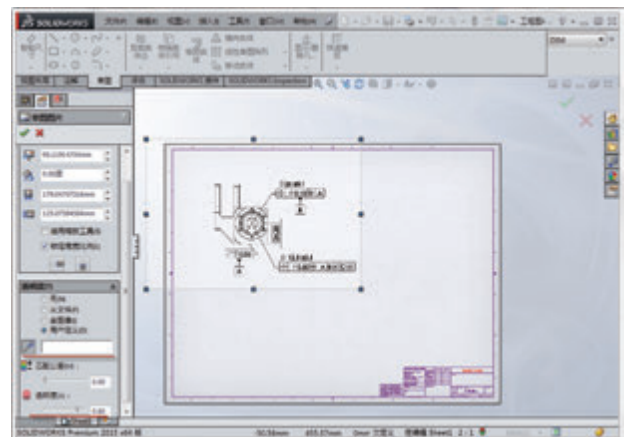

图 13 插入图片
③使用“工程图→插入图片→并调整大小与背透明度 (图 13)”。